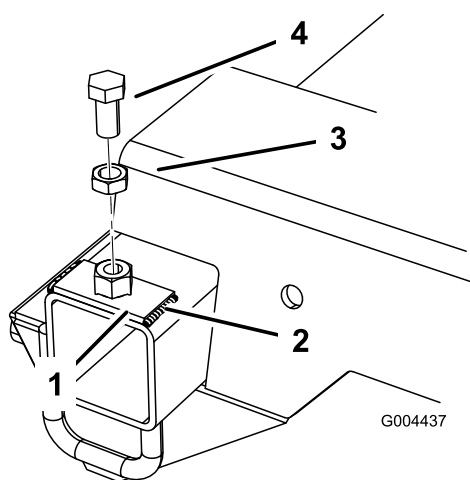

Figura 5
4. Suelde la placa nueva al bastidor con un filete de 1/4 pulgadas en los lados izquierdo y derecho de la placa (Figura 5). Una vez enfriados el perno y la contratuerca, quítelos.